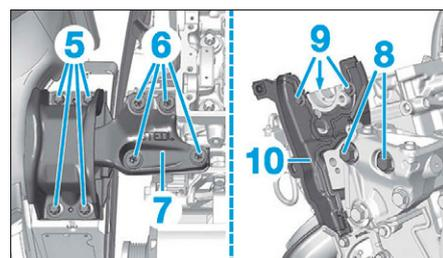

FIG. 93
- les vis (5) et (6) (Fig.93),
- le support moteur (7),
- les vis (8) et (9),
- le carter de distribution (10),